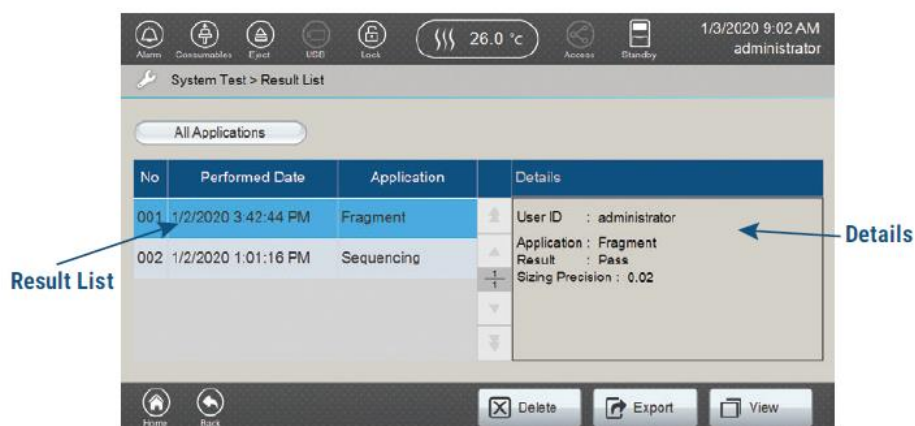

図 224 Fragment の System Test を選択した Result List 画面
2. 確認したい **system test** を選ぶと、「Result List」画面に選んだ **system test** の詳細が表示されます。(図 224)
7. Result List 画面（図 224）から **Export** を選ぶのと同じ方法で、**Export** を選択すると、PDF ファイルで system test のレポートをエクスポートできます。